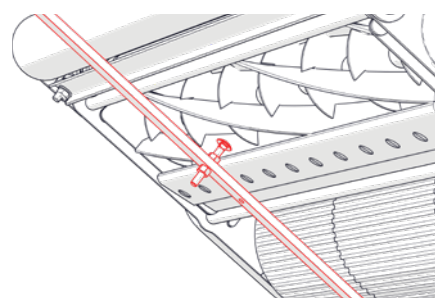

Fig. 8G - Repetir el proceso en el otro lado
8. Repita el paso 7 para ajustar la segunda posición en el otro lado del casete (Fig. 8G).